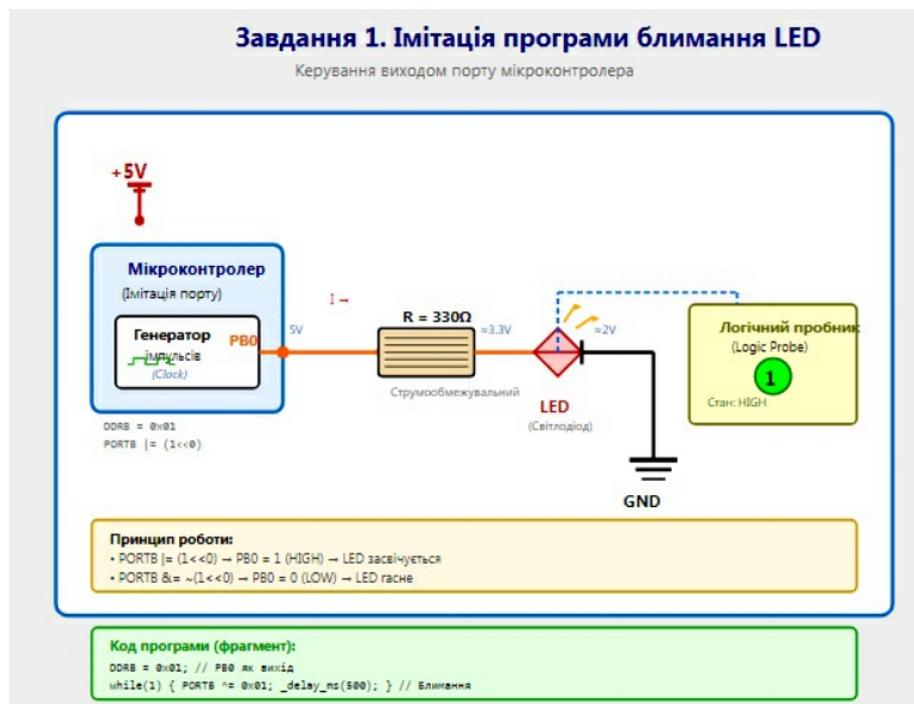

Рисунок 1 Схема EWB (імітація програми блимання світлодіода)
- Розмістіть на робочому полі 8-бітний порт (для імітації Port B), використовуючи 8 Логічних пробників (для виходів PB_0 до PB_7)(рис.1).